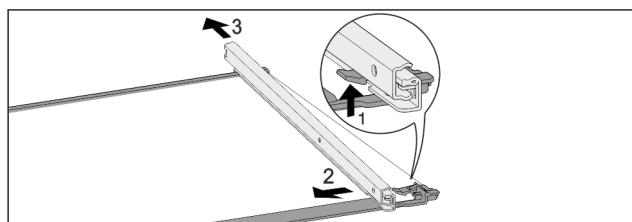

Fig. 125 Sklenená doska s kolajničkami
- Potlačte predný západkový hák nahor. Fig. 125 (1)
- Odsuňte vyťahovacie kolajničko do strany Fig. 125 (2) a dozadu Fig. 125 (3).